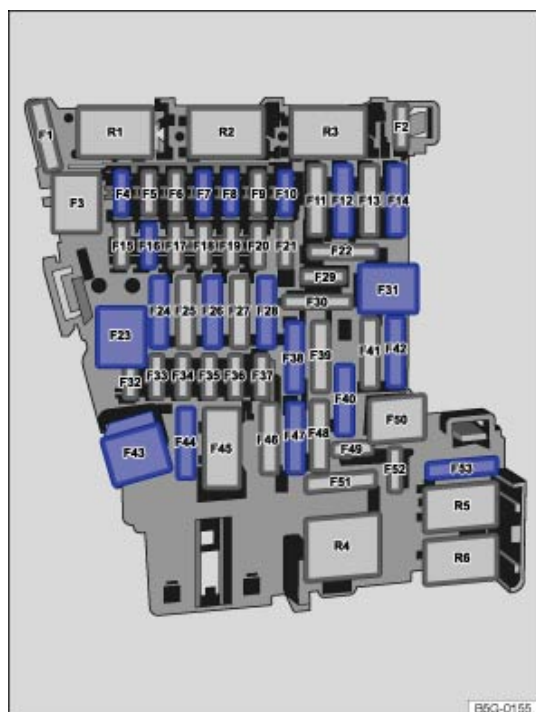

Fig. 240 Dans le tableau de bord : affectation des fusibles.
| Emplacement→ Fig. 240 | Versión du fusible | Intensité du couranten ampères | Consommateur   |
| Emplacement→ Fig. 240 | Version du fusible | Intensité du couranten ampères | Consommateur                                |
a) Tenez compte de la position de montage. Emplacement des fusibles de première monte, comme indiqué sur la figure → Fig. 240